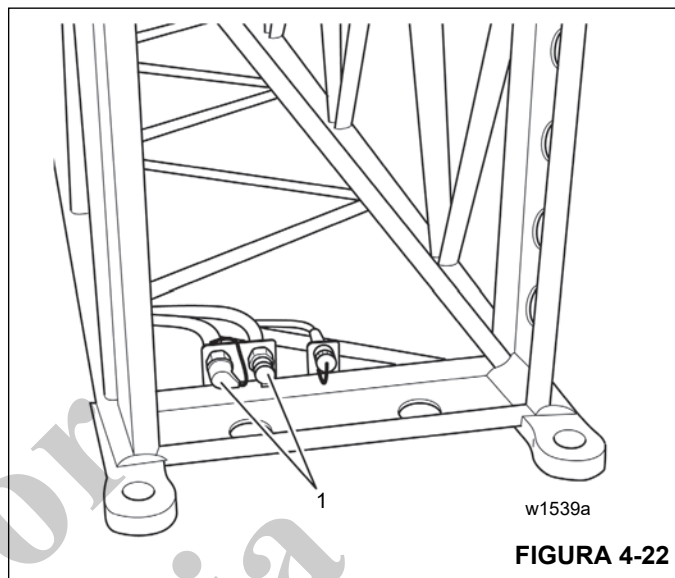

FIGURA 4-22
En la parte delantera de los insertos de 8 m (26 pies) hay dos acopladores rápidos (1) (Figura 4-22).